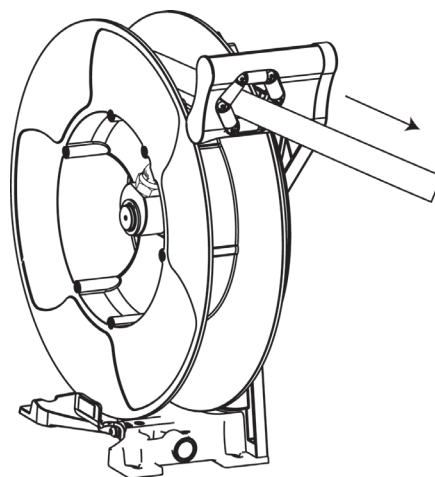

Fig. 6
1. Desenrolle totalmente la manguera usada y busque la posición de bloqueo del trinquete más próxima a esta longitud (fig. 6).